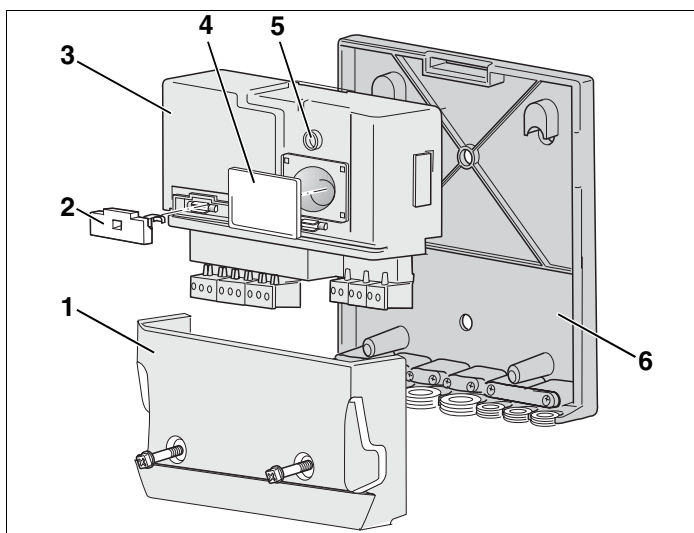

Fig. 1 Module de fonction xM10 (ici : montage mural)
Lorsque vous montez le module MM10, assurez-vous que l'interrupteur d'adressage codé situé derrière la plaque signalétique (fig. 1, **pos. 5**) est réglé sur la position 2 (correspond au circuit de chauffage 2).